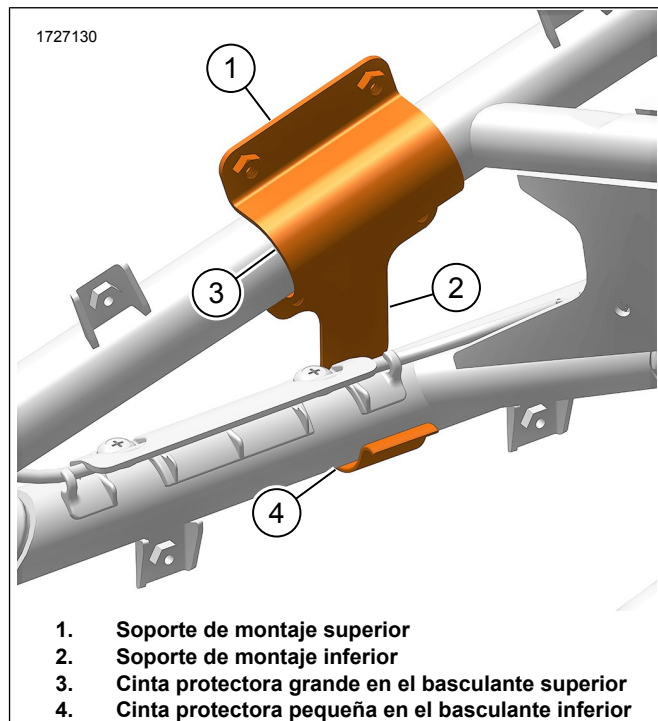

Figura 2. Pieza de soporte de montaje
- a. Consulte la Figura 2. Coloque los soportes de montaje superior e inferior (1, 2) en el basculante. Asegúrese de que los soportes estén correctamente superpuestos.